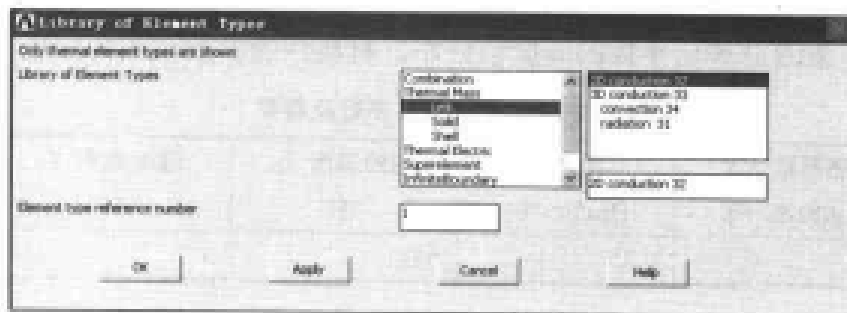

图 10-42 单元类型列表对话框
(1) 选择 Main Menu | Preprocessor | Element Type | Add/Edit/Delete 命令，出现 Element Type 对话框，单击 Add 按钮，出现 Library of Element Types 对话框。
(2) 在 Library of Element Types 的两个列表框中选择 Thermal Link、2D conduction 32 选项，在 Element type reference number 文本框中输入 1，如图 10-42 所示，单击 OK 按钮，关闭该对话框。